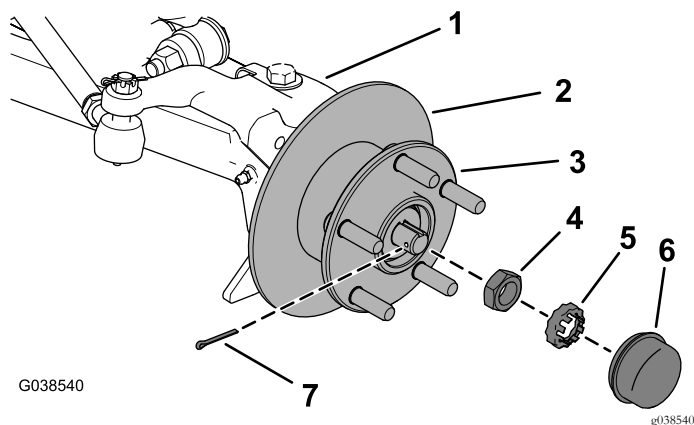

Figure 6
- Déposez le couvre-moyeu, la goupille fendue, l'arrêt d'écrou et l'écrou de blocage, puis déposez le moyeu et le disque de la fusée (Figure 6).
- A. Serrez l'écrou de blocage tout en tournant le moyeu pour bien asseoir les roulements. Serrez ensuite l'écrou de blocage à un couple de 16 à 20 N·m, comme montré à la Figure 6.
- B. Desserrez l'écrou de blocage pour le séparer de l'arrêt d'écrou et du moyeu, puis serrez-le à un couple de 169 à 226 N·cm tout en tournant le moyeu (Figure 6).
- C. Placez l'arrêt d'écrou sur l'écrou de blocage, en vérifiant que le trou de la goupille fendue est visible, puis installez la goupille fendue (Figure 6).
- D. Reposez le couvre-moyeu (Figure 6).